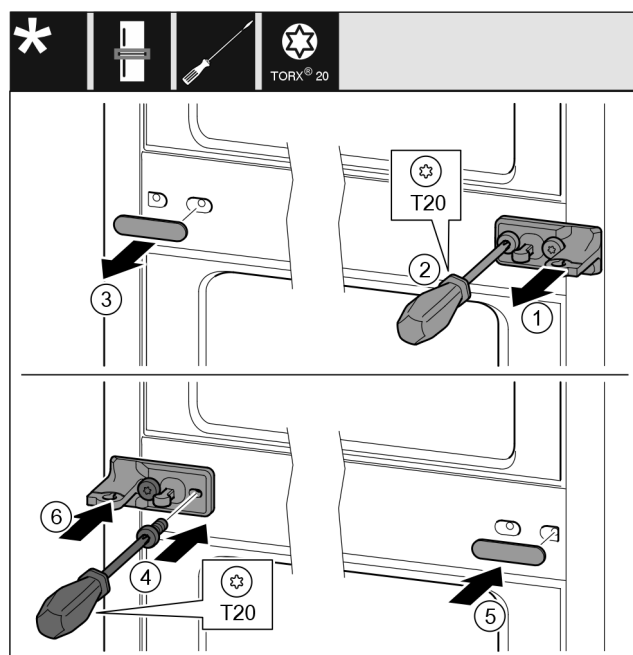

Fig. 33
- Estrarre la rondella. Fig. 33 (1)
- Svitare le viti con il cacciavite T20. Fig. 33 (2)
- Rimuovere con cautela la copertura. Fig. 33 (3)
- Ruotare il blocco di supporto con lamina di 180° e avvitarlo saldamente sull'altro lato. Fig. 33 (4)
- Applicare la copertura ruotata di 180° sull'altro lato. Fig. 33 (5)
- Spingere la rondella dal lato anteriore. Fig. 33 (6)